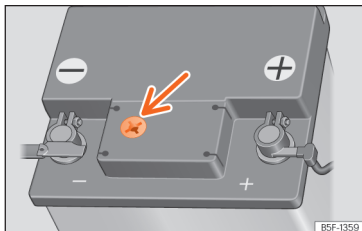

Abb. 186 Sichtfenster an der Oberseite der 12-Volt-Fahrzeugbatterie (Prinzipsdarstellung).
- Prüfen Sie die Farbanzeige im runden Sichtfenster an der Oberseite der Batterie » » » **(Abb. 186)**.